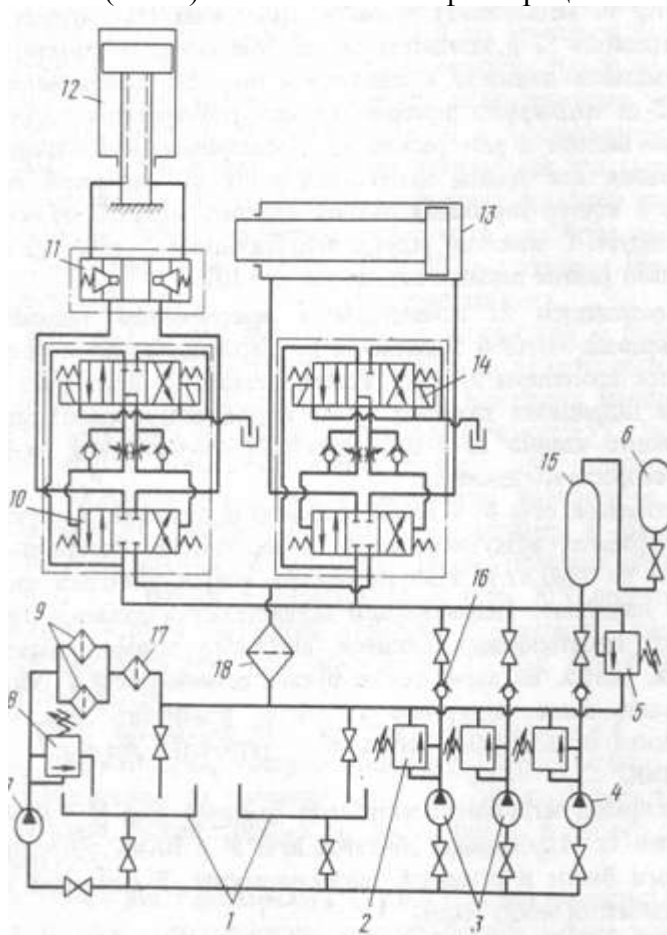

Рисунок 29 – схема гидропривода воздухонагревателей
Принципиальная схема приведена на рис.29.
1. Выполнить чертеж схемы рис.29 и проставить буквенно-цифровое обозначение.